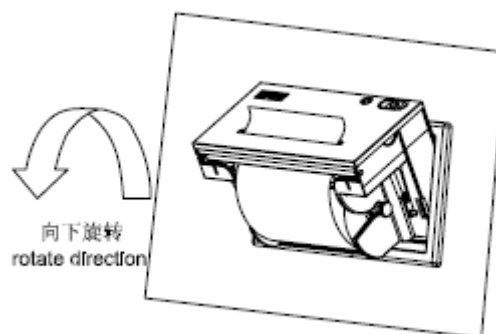

图 2-15
(5) 用手捏住内壳两侧，按照图 2-15 所示方向向下旋转打印机内壳，同时向里推打印机内壳。